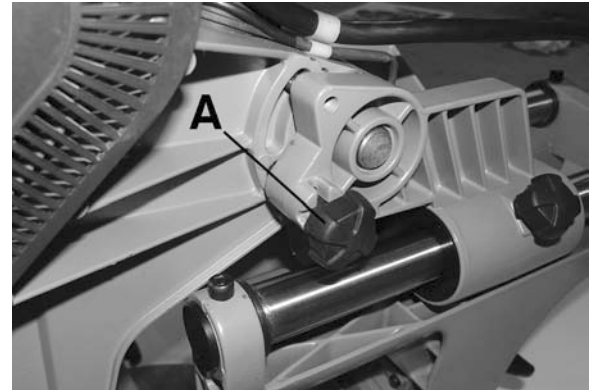

Figure 3
4. La scie est expédiée avec la tête verrouillée en position basse. Pour déverrouiller la tête de la scie, appuyez sur le haut du bras, puis tirez et tournez le bouton de déverrouillage de la tête de la scie (A, fig. 3).